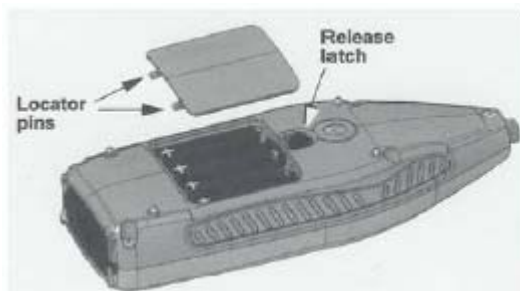

Figura 2-1: Instalación de las baterías
1. Con la parte trasera del instrumento mirando hacia arriba, oprima el seguro para abrir la tapa. (Figura 2-1)